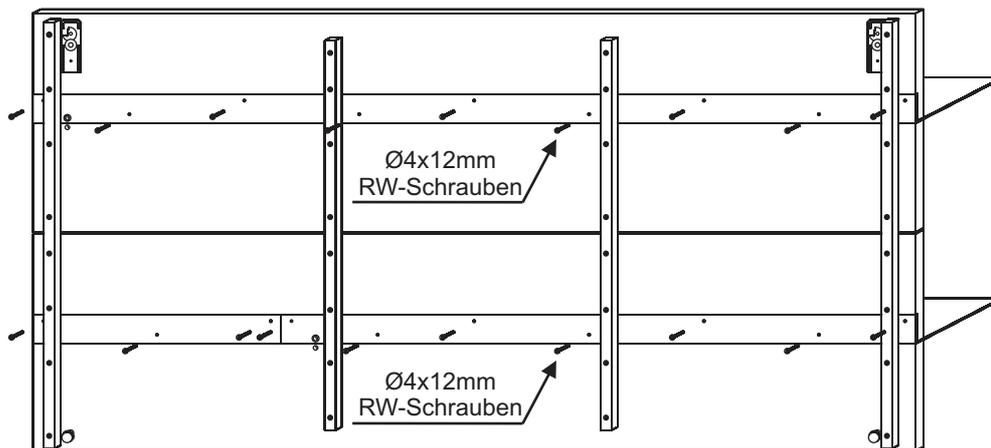

Abb.: 3
4. Positionieren Sie die Regalböden mittig im Paneel und verschrauben die Böden mit den Ø4x12mm RW-Schrauben. (Abb. 3)